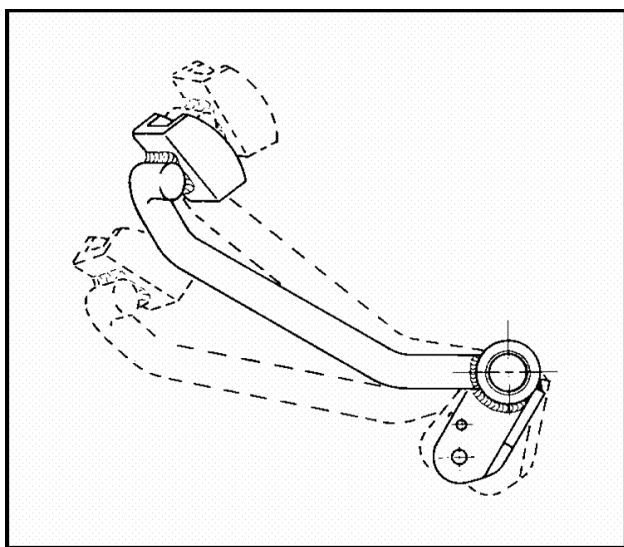

Fig.1
- Il gioco di inizio distacco del pedale frizione deve risultare pari a $\frac{1}{3}$ della corsa totale del pedale stesso (fig. 1).